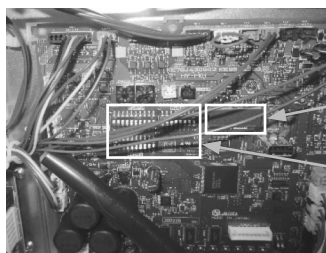

Рис. 1. Автоматический воздушный клапан
*1. Установите автоматические воздушные клапаны в наивысшей точке каждого ответвления трубы от НВС (в двух местах в наивысшей точке обратной трубы от вспомогательного НВС и в шести местах в наивысших точках обратных труб от внутренних блоков). (См. рис. 1.)